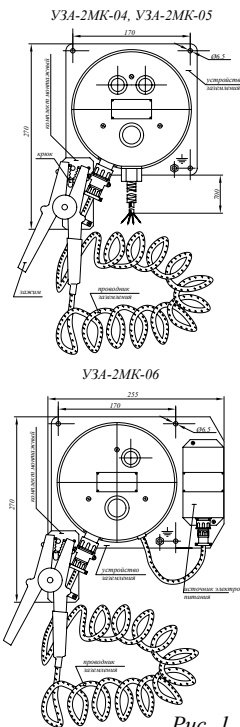

Рис. 1
- 7.1 Устройство заземления и контроля устанавливается рядом с устройством налива (слива), желательно с левой стороны по ходу движения автоцистерны, на высоте 1,5 – 1,7 м от земли. Проводник заземления, со стороны устройства заземления, должен быть жестко закреплен к элементам крепления устройства заземления, свернут в кольцо диаметром не менее 1м и надет на крюк (см рис.1).